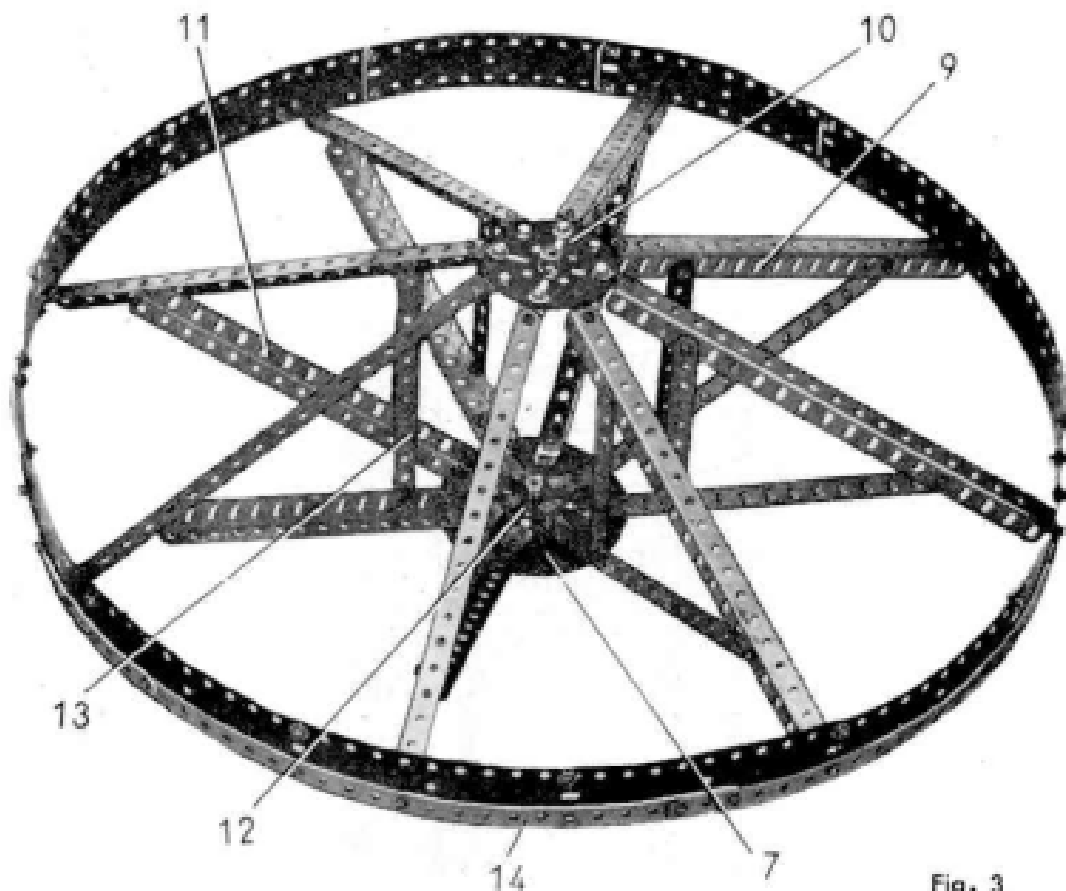

Fig. 3
La construction de la charpente tournante du manège commence par le dôme (fig. 3). Celui-ci s'obtient en disposant huit cornières de 19 trous (9) en étoile autour
Les cornières (11) sont réunies aux cornières (9) comme le montre la figure 3 et l'assemblage est consolidé par des bandes de 9 trous (13). Le pourtour du dôme est formé de 13 plaques flexibles de 14 × 4 cm. assemblées bout à bout pour former une